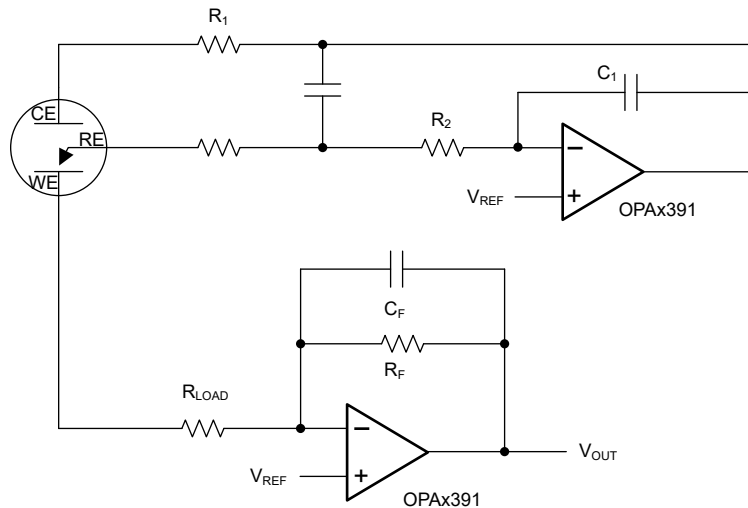

图 7-1. 三端 CO 气体传感器
图 7-1 显示了一个与三端非偏置 CO 传感器配合使用的简单低功耗恒电位仪电路。该设计同样适用于许多其他类型的三端气体传感器或电化学电池。基本传感器具有三个电极：感应或工作电极 (WE)、计数器电极 (CE) 和参考电极 (RE)。电流在 CE 和 WE 之间流动，其大小与检测到的浓度成正比。RE 监测内部参考点的电势。对于非偏置传感器，必须通过调节 CE 上的偏置将 WE 和 RE 保持在相同的电势。通过由 U1 形成的恒电位仪电路，伺服反馈操作会将 RE 引脚保持在由 V_{REF} 设置的电势。由于传感器的大电容， R_1 可保持稳定。C1 和 R2 形成恒电位仪积分器并设置反馈时间常数。U2 形成跨阻放大器 (TIA)，以将产生的传感器电流转换为与之成正比的电压。方程式 1 使用 R_F 计算跨阻增益和产生的灵敏度：